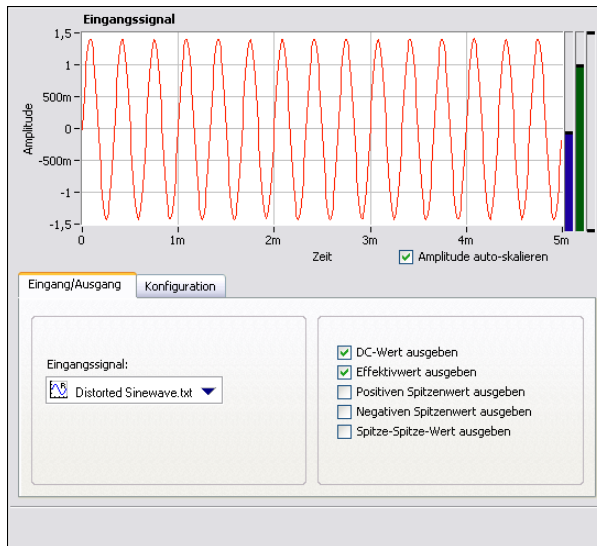

Abbildung 3-4. Einstellungen zum Schritt “Amplitude und Pegel”
6. Klicken Sie auf die Registerkarte **Eingang/Ausgang**, so dass eine Liste der möglichen Ein- und Ausgabesignale für diesen Schritt angezeigt wird (vgl. Abbildung 3-4).